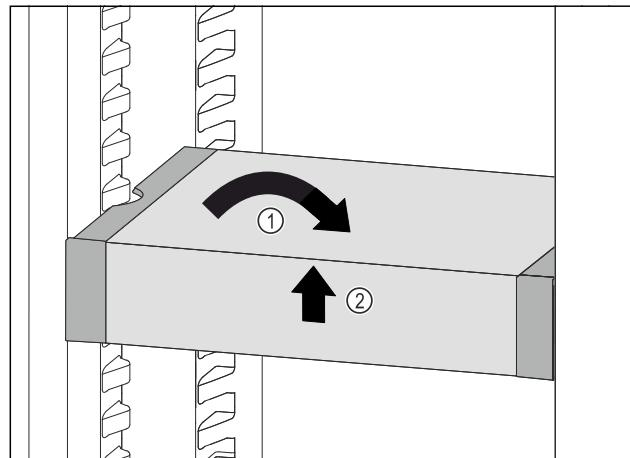

Fig. 64
- Установите VarioSafe прямо. Fig. 64 (1)
- Приподнимите VarioSafe спереди. Fig. 64 (2)